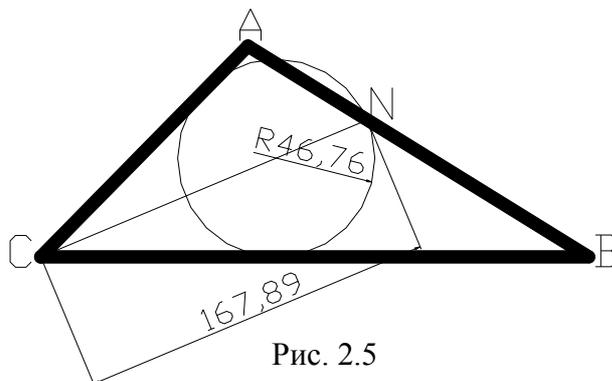

Рис. 2.5
- далее указываем место положения размерной линии (рис. 2.5):